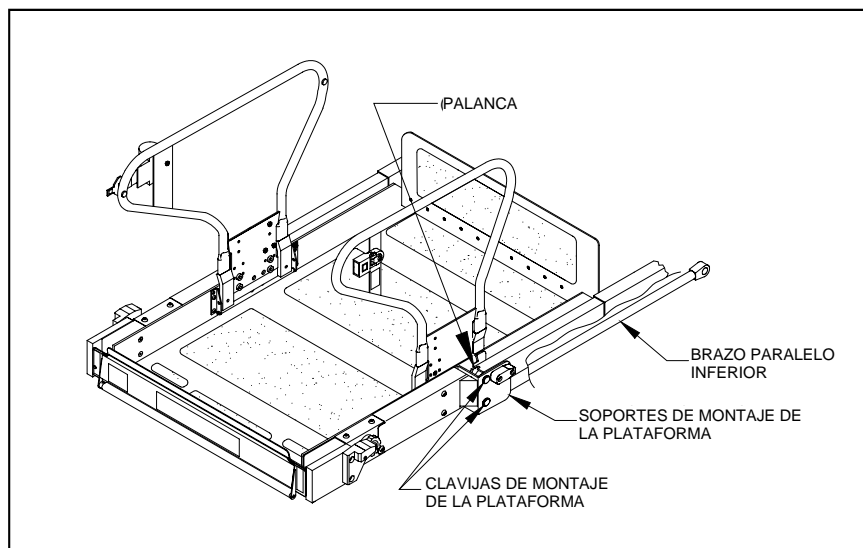

FIGURA 4-13: SEPARACIÓN DE LA PLATAFORMA DEL BASTIDOR DE ELEVACIÓN
- k. Consulte la **Figura 4-13**. Retire las clavijas de montaje inferiores de la plataforma de los correspondientes soportes, y deje caer los brazos paralelos inferiores.